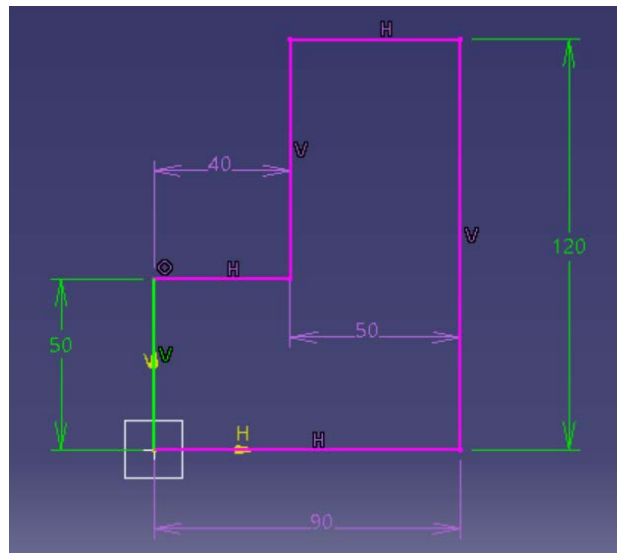

Figure 2.6 Esquisse sur-contrainte [1], [2]
- Esquisse sur-contrainte : Quand des contraintes géométriques sont redondantes, l'esquisse et les contraintes superflues apparaissent en **violet**. Une esquisse sur-contrainte ne peut être validée (figure 2.6).